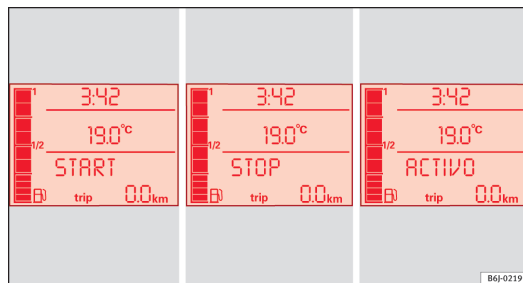

Abb. 110 Anzeige am Display des Kombiinstrumentes während des Start-Stopp-Betriebs
- Am Display des Kombiinstrumentes wird der Funktionszustand des Start-Stopp-Systems angezeigt ⇒ Abb. 110.